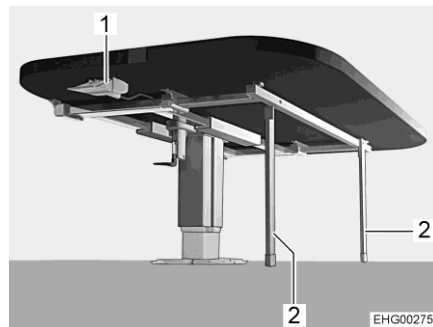

Bild 42 Bord, sänkt (sängbotten)
- Lossa stöden (Bild 42,2) ur ramen på undersidan av bordsskivan och fäll ihop. Stöden måste vara helt hopfällda.
- Tryck på frigöringsknappen (Bild 42,1) och håll den intryckt.
- Släpp frigöringsknappen (Bild 42,1). Bordsskivan är låst i det lägsta läget.